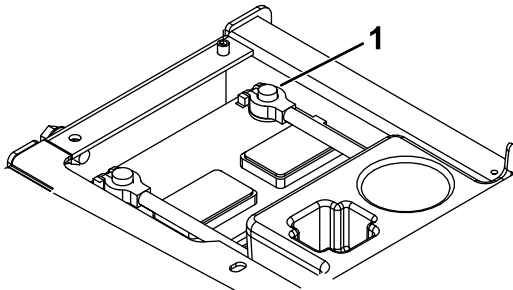

图 8
11. 拆下并丢弃现有的负极（-）电池接线夹螺栓（图 8）。